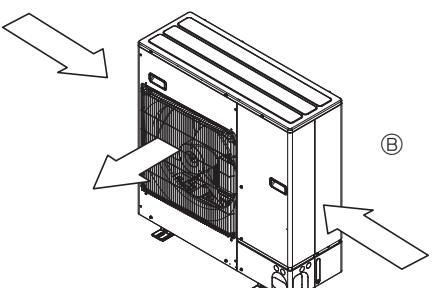

Fig. 2-6
- Ⓑ Εγκατάσταση τη μονάδα με τρόπο ώστε ο αέρας που βγαίνει από το στόμιο εξαγωγής να φυσά κάθετα σε σχέση με την κατεύθυνση του ανέμου, εάν αυτό είναι δυνατό. (Fig. 2-6)